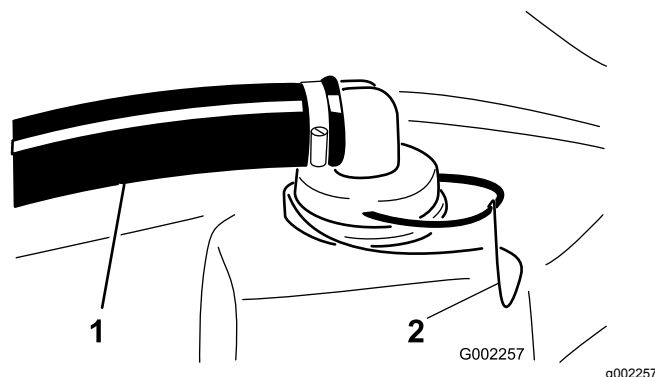

Figura 48
2. Togliete l'ancoraggio dal raccordo rosso affisso al flessibile grande, sopra il serbatoio (Figura 48).
3. Togliete il flessibile dal serbatoio (Figura 48).